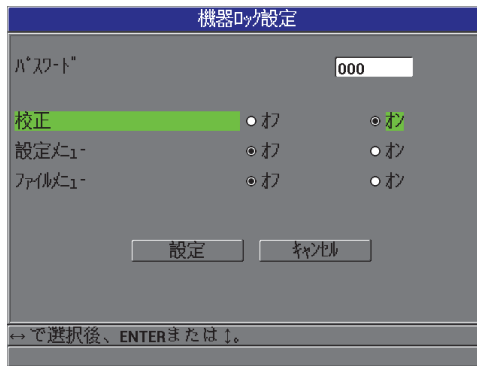

図 5-11 本体ロック設定画面
2. **本体ロック** 設定画面で（109 ページ図 5-11 参照）、すでにパスワードが設定されている場合は、パスワードフィールドにパスワードを入力します。その後、次の手順でロックまたはロック解除を行います。